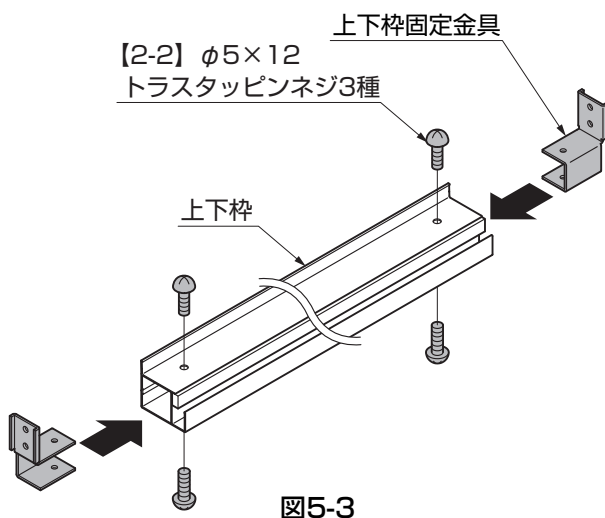

図5-3
- ① 上下枠固定金具を上下枠に [2-2] で取付けてください。(図5-3参照)